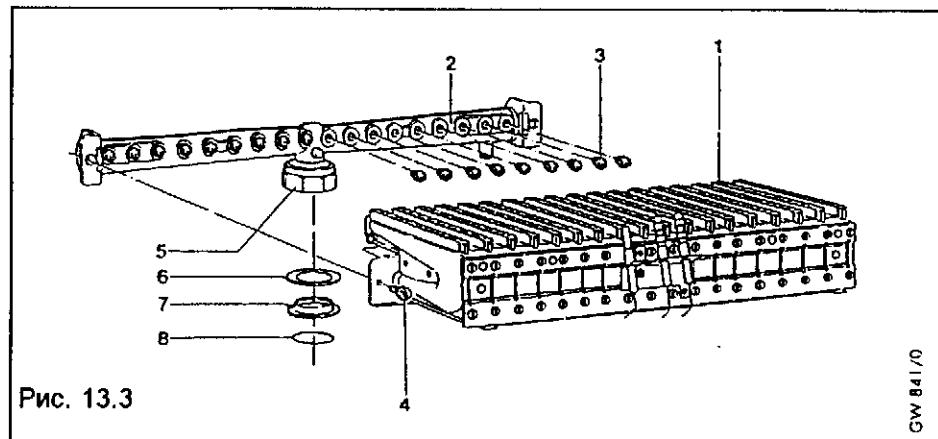

Рис. 13.3
- Отвинтить винты (4, рис. 13.3) и снять держатель горелки (2, рис. 13.3) с горелки (1, рис. 13.3).
- Вывинтить сопла горелки (3, рис. 13.3)
- При переводе на природный газ снять входное сопло (7, рис. 13.3) с соответствующим уплотнительным кольцом (8, рис. 13.3).
- При переводе на сжиженный газ поставить входное сопло (7, рис. 13.3) с соответствующим уплотнительным кольцом (8, рис. 13.3).
- Держатель сопла (2, рис. 13.3) снова привинтить к горелке (1, рис. 13.3) при помощи винтов (4, рис. 13.3).
- Не забудьте уплотнительное кольцо (6, рис. 13.3).